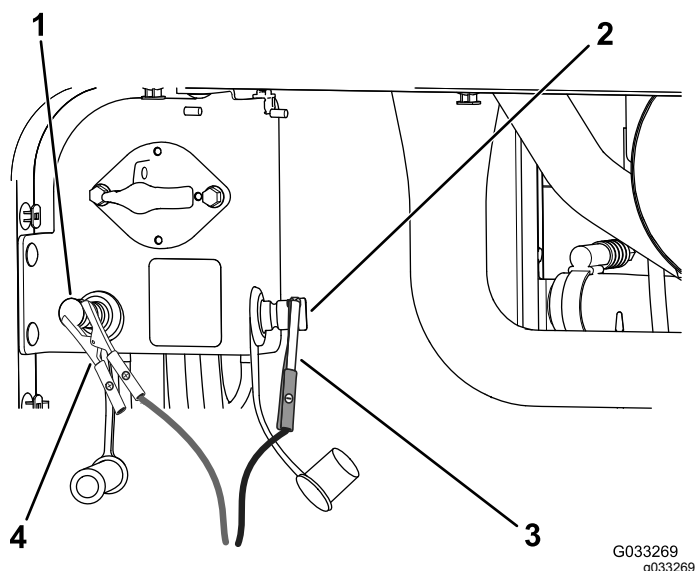

Figura 98
4. Collegate il cavo di ricarica positivo al polo di avviamento positivo (Figura 98).
- Collegate il cavo di ricarica negativo al polo di avviamento negativo (Figura 98).
- Quando le batterie sono completamente cariche, staccate il caricabatterie dalla presa elettrica e scollegate i cavi di ricarica dai poli di avviamento (Figura 98).